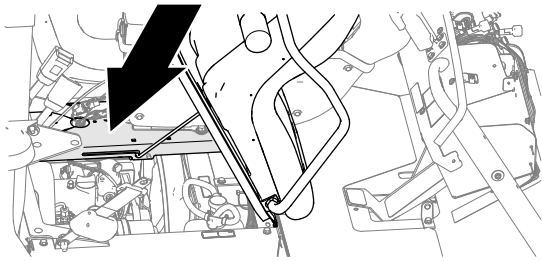

Figure 82
1. Basculez le siège passager vers l'avant pour accéder au socle de la console (Figure 82).